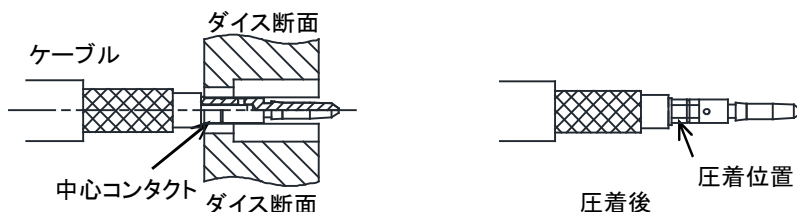

図3 中心コンタクトの圧着
- ・圧着ダイスの表面(図2の面[ハンドルを持った時の左側])を使用し、図3のようにケーブルの中心導体に差し込んだ中心コンタクトの根本を圧着して下さい。(図は説明用で、本ダイスでは対応しておりません)